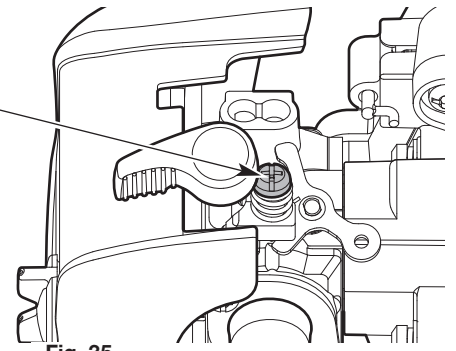

Fig. 35
- Si el motor se para, aumente la velocidad de ralentí. Use un destornillador Phillips pequeño para girar el tornillo de velocidad de ralentí en el sentido de las agujas del reloj, 1/8 de giro cada vez hasta que el motor funciona al ralentí de manera uniforme (Fig. 35).
- Si el cabezal de corte gira cuando el motor funciona al ralentí, reduzca la velocidad de ralentí. Gire el tornillo de velocidad de ralentí en el sentido contrario de las agujas del reloj, 1/8 de giro cada vez, hasta que se detenga el cabezal de corte (Fig. 35).